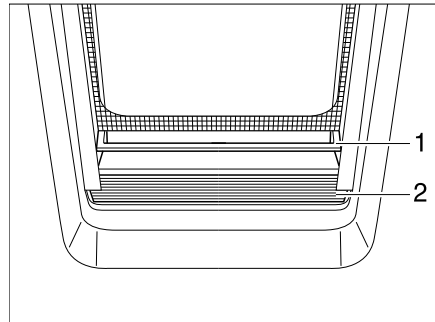

Bild 44 Faltverdunklung
- Die Faltverdunklung (Bild 44,2) in der Mitte der Griffleiste (Bild 44,1) fassen, von unten nach oben ziehen und auf der gewünschten Höhe loslassen. Die Faltverdunklung bleibt in dieser Höhe stehen.